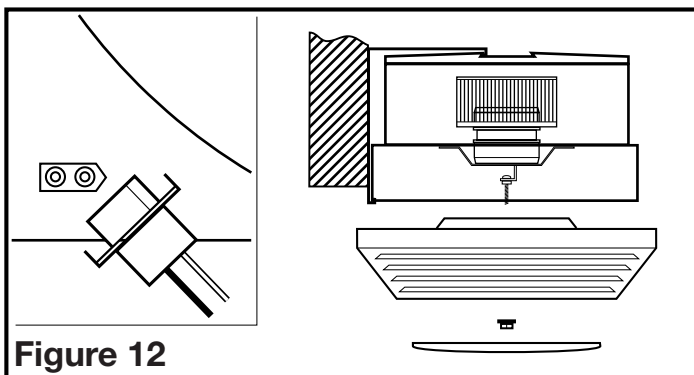

Figure 12
4. Après avoir fixé le boulon du réflecteur, soulevez le grille/réflecteur vers le haut, en place, et branchez le réflecteur au réceptacle approprié. Fixez l'assemblage au boulon du réflecteur en utilisant l'écrou borgne et la rondelle de freinage. Installez la lampe LED dans la douille en alignant les broches de la base de la lampe à la prise de la douille de lampe. Tournez le corps de la lampe dans le sens horaire jusqu'à ce que la lampe s'enclenche et est fermement en place dans la douille (Figure 12).